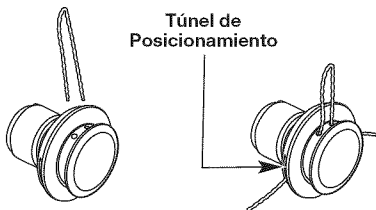

Fig. 24
4. Inserte ambos extremos de su línea a través de los agujeros adecuados en el lado de la cabeza de corte (Fig. 24).